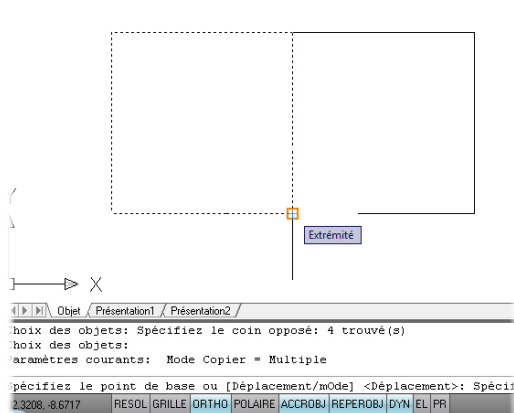

Figure 2.83
2. Construisez le schéma en copiant le carré de base (voir Figures 2.83 et 2.84).